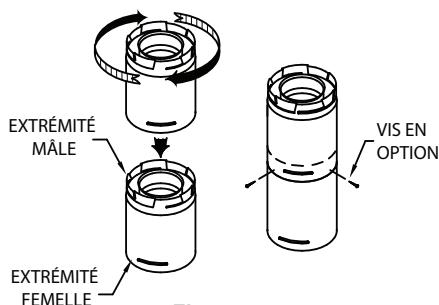

Figure 5
(1) Procédure de verrouillage par rotation: Aligner les tenons de verrouillage des extrémités mâles et femelles des sections de tuyau. Insérer l'extrémité mâle du tuyau dans l'extrémité femelle jusqu'à ce que les tenons de verrouillage soient recouverts. Tourner les extrémités femelles dans le sens horaire d'un huitième de tour afin de verrouiller les sections ensemble (*Fig. 5*). Il n'est pas nécessaire d'utiliser des vis pour solidifier le joint, mais vous pouvez le faire pourvu que les vis ne pénètrent pas la paroi intérieure du tuyau de ventilation.
(2) Les longueurs horizontales du tuyau de ventilation doivent être soutenues afin de prévenir tout affaissement. Les sections de tuyau horizontales doivent être soutenues au moins tous les 1,2 m (4 pieds). Des brides murales ou du ruban de plomberie peuvent être utilisés à cet effet. D'une autre façon, du ruban de plomberie ou tout autre matériau non combustible approprié peut être utilisé pour